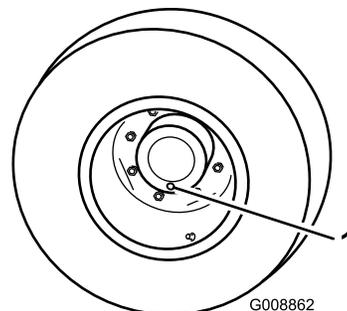

図 43
1. 平らな場所で、ホイールの点検/ドレンプラグ 図 43 が一番下時計の6時の位置に来るように停止させる。